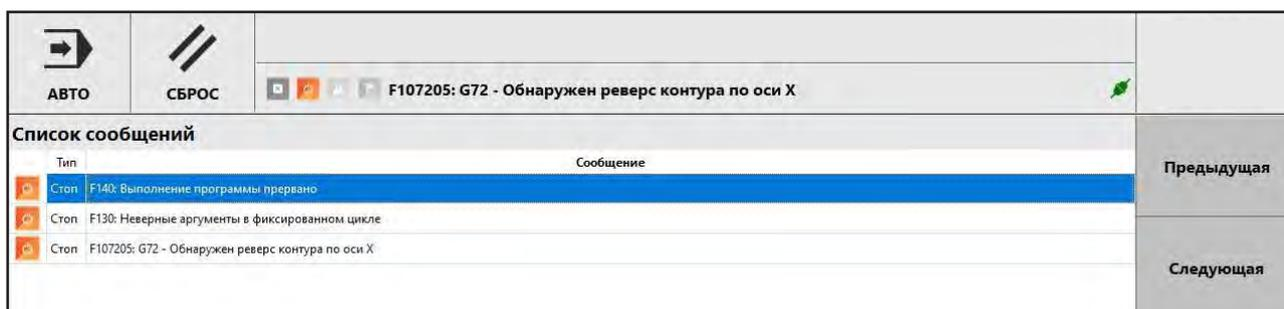

Рис. 2.4. Динамическое сообщение при невозможности выполнить G-код
- невозможность выполнить G-код по причине неправильно заданных значений адресов, как, например, в блоке кадров ниже, где определён некорректный контур с реверсом по оси X (рис. 2.4);